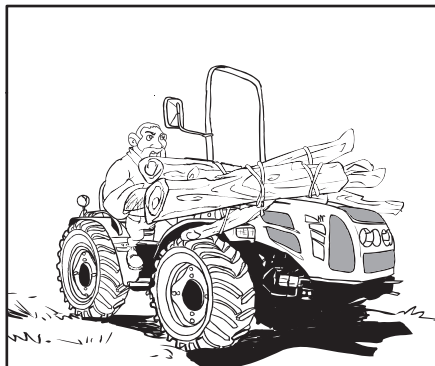

Fig. 2.13
- Non sovraccaricare un attrezzo frontale o un rimorchio. Utilizzare i contrappesi adeguati per mantenere la stabilità del trattore (Fig.2.13).